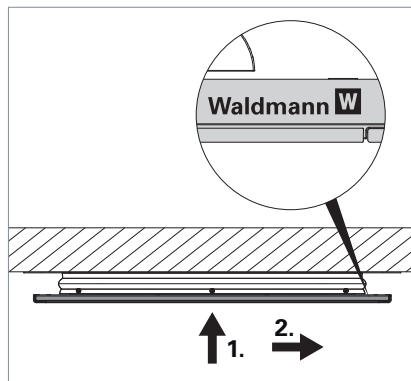

Fig. 12: Décrocher l'élément de lumière directe.
- ▶ Positionnez-vous de manière à voir le logo de Waldmann, voir Fig. 12.